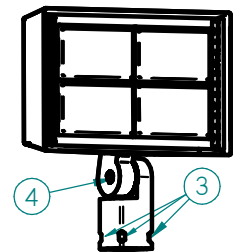

Fig. 2
Monture d'articulation (Fig. 2):
- Montez le luminaire sur un tenon de 2 3/8", serrez 4 vis de réglage et fixez-le au tenon avec un écrou et un boulon (article 3, fig. 2).
- Desserrez le boulon à l'intérieur de la genouillère suffisamment pour pouvoir ajuster la fixation. Une fois que la fixation est dirigée vers la cible souhaitée, serrez le boulon (pos. 4 fig. 2).